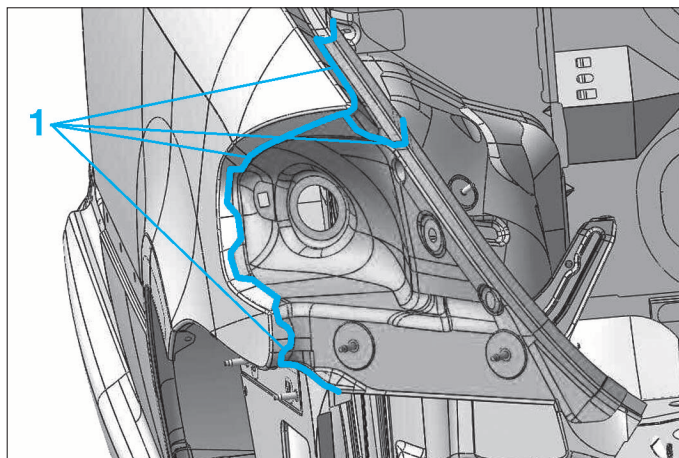

FIG. 98
- Appliquer un mastic sur les lignes de joints (1) (Fig. 98).